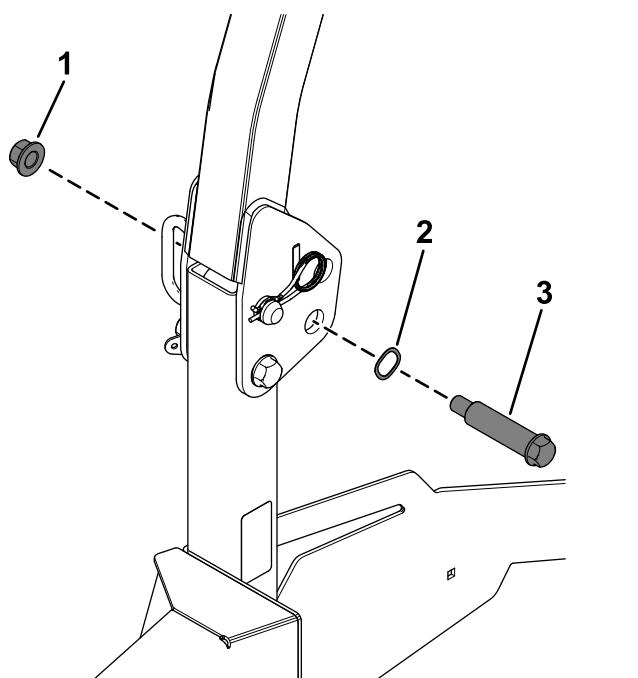

Figura 6
1. Sujete el perno de cuello largo a la barra antivuelco con una arandela ondulada y una contratuerca ($\frac{1}{2}$ "), como se muestra en la Figura 6.